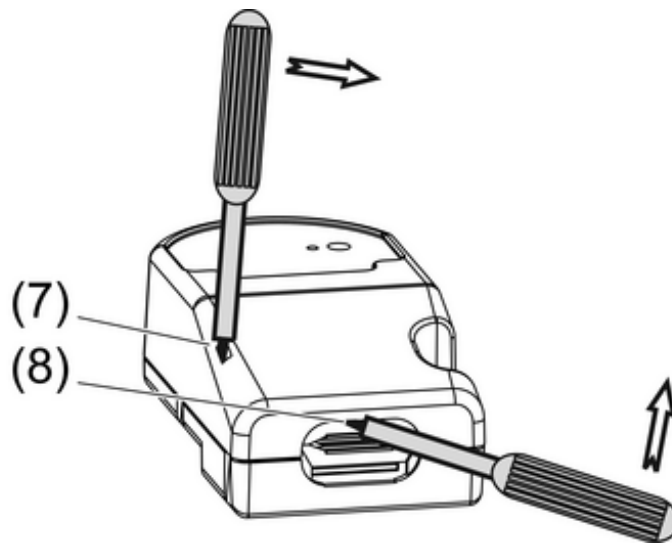

Bild 3: Gehäuse öffnen
- Schraubendreher in die Öffnung (7) einstecken und Gehäusedeckel leicht nach außen hebeln (Bild 3).
- Anschließend Schraubendreher zwischen Zugentlastung und Gehäuseoberteil stecken (8) und nach oben aufhebeln.
- i** Ein eingerasteter Adapter (3) kann mit einem Schraubendreher abgehebelt werden. Dazu den Schraubendreher im Bereich der Rastung ansetzen.